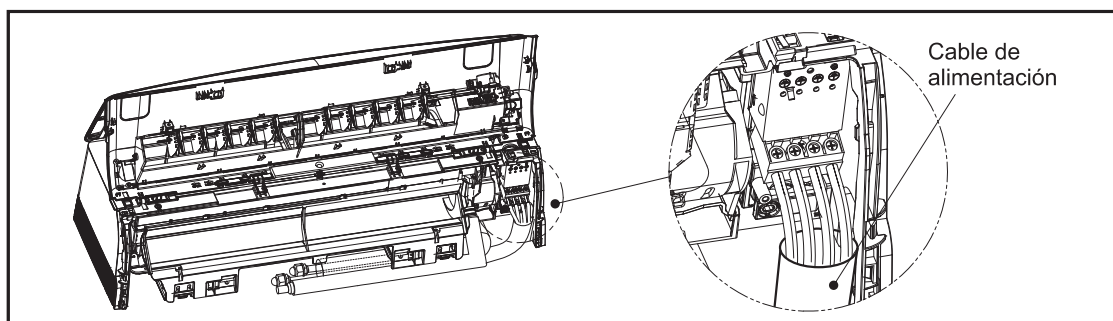

Fig. 18
8) Conecte el cable de alimentación eléctrica (Fig. 18).